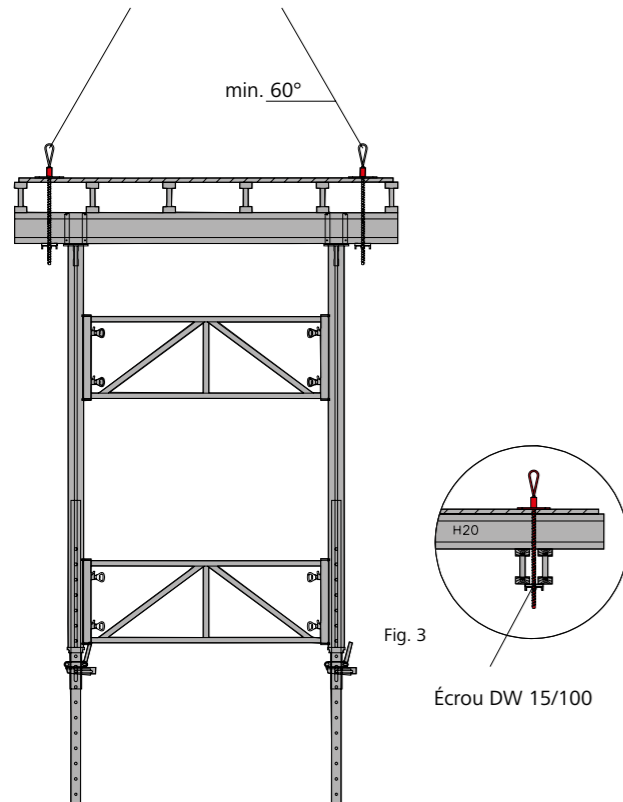

Fig. 2
- En utilisant un écrou DW 15/100 (Fig. 2 et Fig. 3).
Si le montage est réalisé sans la tête à fourche MEP, la boucle de levage MEP doit être installée à l'extérieur de la tête à fourche. Dans ce cas, utilisez un écrou DW 15/100 pour le serrage (Fig. 2 et 3).